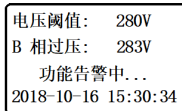

图 3-7
3.3.2 断路器总告警开启，并且过压、欠压、缺相、过载、短路延时等功能设置为告警情况下，若出现相应的故障时，断路器显示告警提示，如图3-7,3-8,3-9所示为过压，欠压，缺相告警，此时，若声光告警功能打开，则液晶显示屏背光亮起。